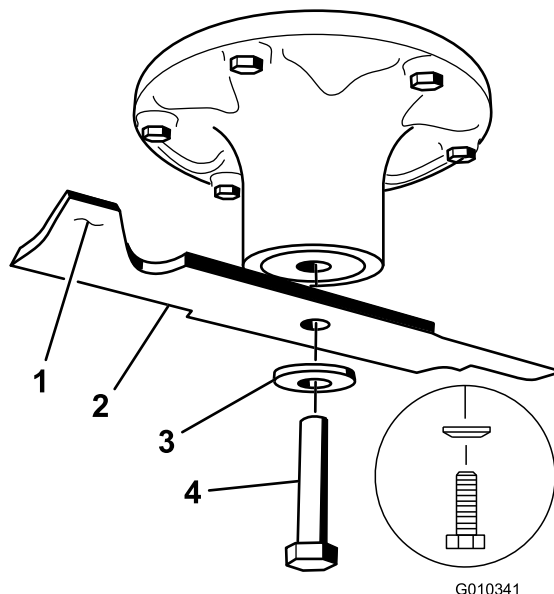

Figura 56
2. Retire del eje el perno de la cuchilla, la arandela curva y la cuchilla (Figura 56).
1. Instale la cuchilla en el eje (Figura 56).
2. Instale la arandela curva (con la copa hacia la cuchilla) y el perno de la cuchilla (Figura 56).